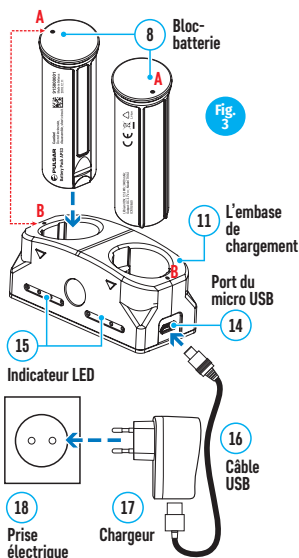

Fig. 3
- Insérez complètement la batterie rechargeable APS2* (8) fournie avec votre appareil, ou achetée séparément, le long du rail de guidage dans l'emplacement du chargeur APS (13) (voir Fig. 3).
- Raccordez la fiche microUSB sur le câble USB (16) au connecteur microUSB sur le chargeur (17). Branchez l'appareil dans une prise électrique 100-240V (18).
- Raccordez la seconde fiche mâle du câble microUSB à la prise femelle (14) du chargeur secteur (13).
- Le témoin LED (15) affichera l'état de charge de la batterie (voir le tableau).